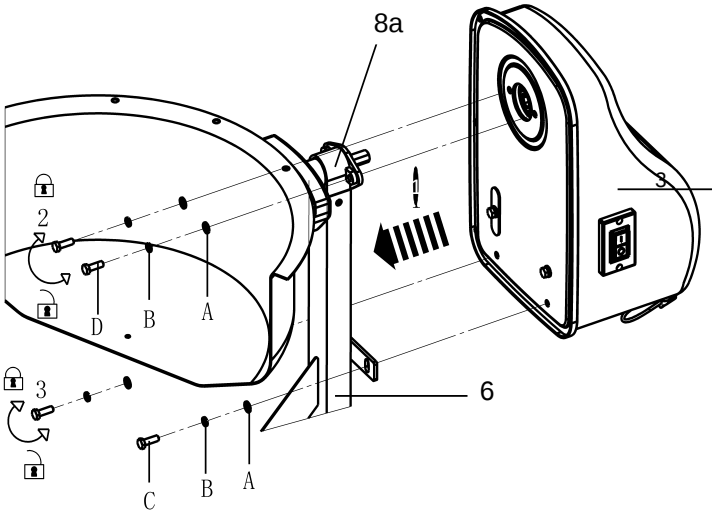

Fig. 10
1. Alinhe e monte a unidade do motor no braço do tambor (8/ suporte (6) (Fig. 10).
2. Afixe a conexão com parafusos (C, D), rolos de mola (B) e rolos de fixação (A).